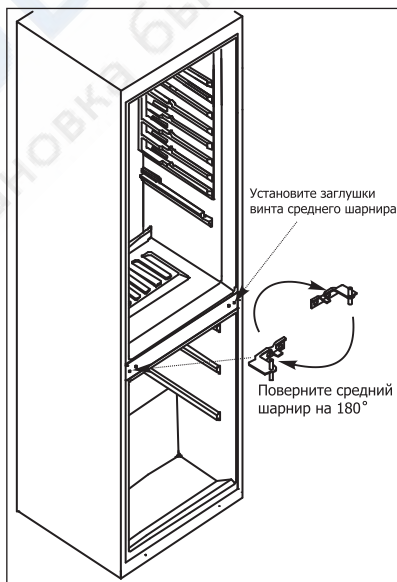

Рисунок 10.
**8** - Поверните средний шарнир на  $180^\circ$ . Установите двери морозильной и холодильной камер вместе со средним шарниром. (Повторяйте действия, описанные в пунктах 2 и 3 в обратном порядке). Зафиксируйте средний шарнир, плотно закрутив винты (Рис. 10). Установите две заглушки винта среднего шарнира в отверстия на правой стороне.